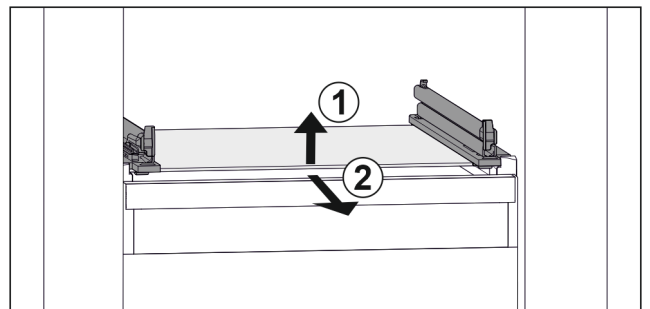

Fig. 106 Primjerni prikaz staklene ploče
- ▶ Staklenu ploču podignite sprijeda. Fig. 106 (1)
- ▶ Izvadite staklenu ploču prema naprijed. Fig. 106 (2)